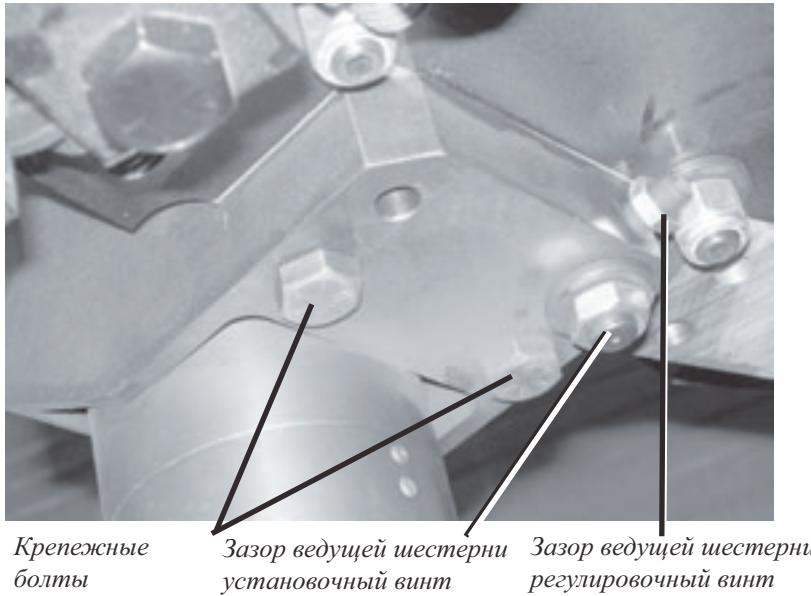

Рис. 5-15. На изображении показаны винты, используемые для крепления и регулировки корпуса ведущей шестерни.
2. Выставьте зазор между ведущей шестерней и шестерней вращающейся платформы при помощи винта регулирования зазора (см. Рис. 5-15). Ведущая шестерня должна располагаться максимально близко к шестерне вращающейся платформы без заклинивания зубцов.